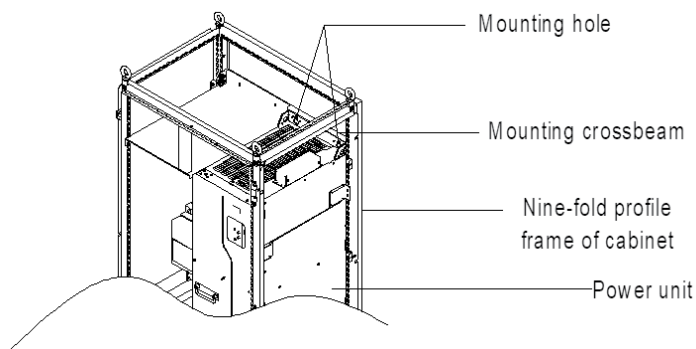

Рис. 4-12 Трехмерный вид крепления EFIP270-280-4-EFIP270-500-4 в шкафу
- (3) Когда вам нужно смонтировать EFIP270-280-4 – EFIP270-500-4 в шкаф с девятикратным профилем глубиной 600 мм необходимо согнуть монтажную перекладину внутрь (показано на рис. 4-12), чтобы использовать пространство колонны, которое не является необходимым для установки в стандартный шкаф или шкаф глубиной 800 мм.